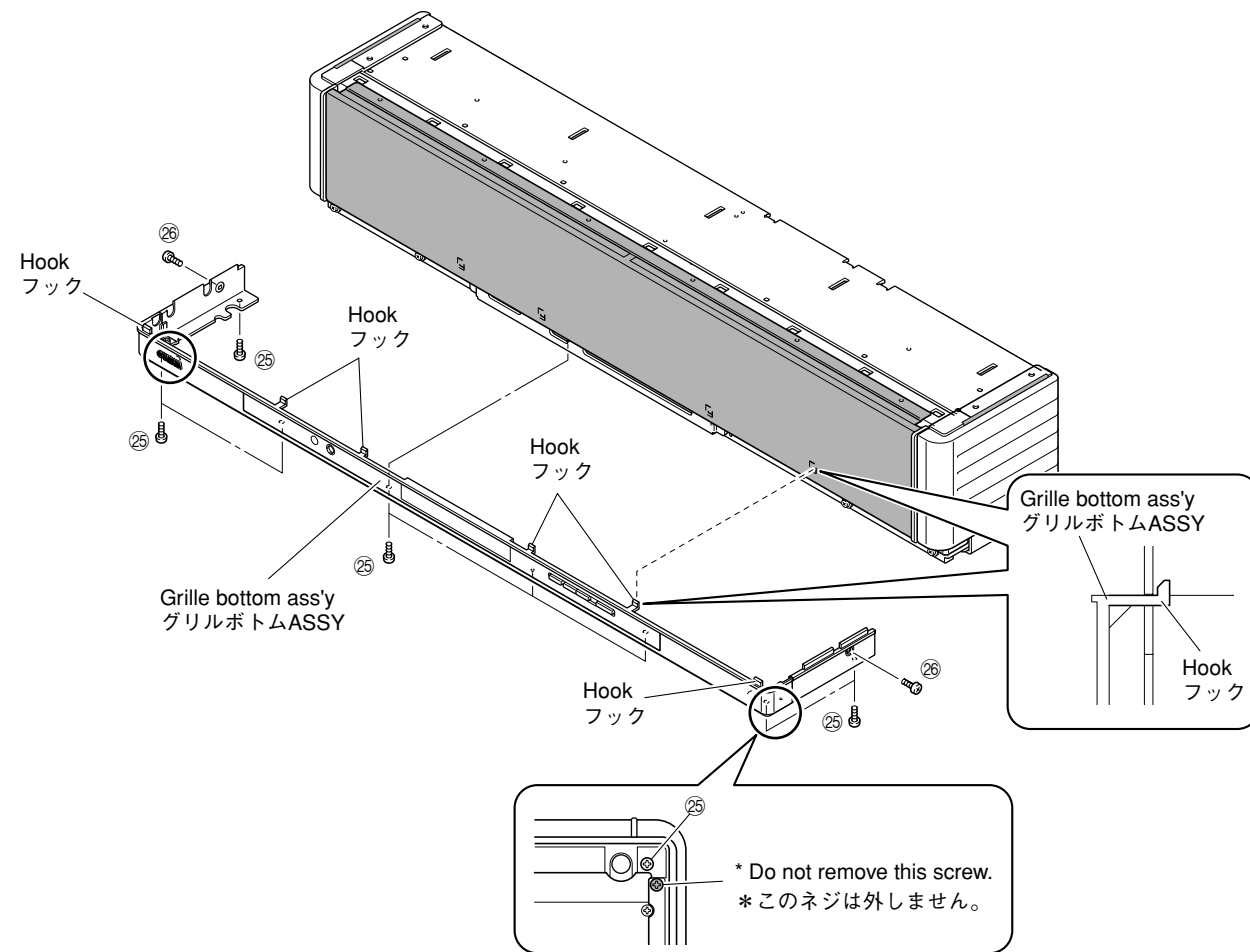

Fig. 8
- Remove 8 screws (25) and 2 screws (26). (Fig. 8)
- Lift up the rear of the grille bottom ass'y a little and after removing 6 hooks, remove it rearward. (Fig. 8)
- \* To install the grille bottom ass'y, be sure to install 6 hooks at the front first and then install screws. (Fig. 8)
- 25のネジ8本、26のネジ2本を外します。(Fig. 8)
- グリルボトムASSYの後ろを少し持ち上げ、フック6ヶ所を外し、後方へ取り外します。(Fig. 8)
- \* グリルボトムASSYを取り付ける場合は、必ず前方のフック6ヶ所から取り付け、次にネジを取り付けてください。(Fig. 8)